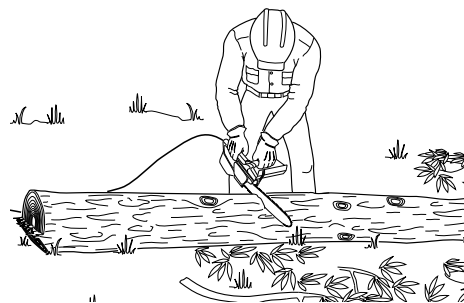

Abb.15 - Ablängen eines Stamms, der vollständig auf dem Boden liegt
1. Stamm von oben her durchsägen (siehe Abb.15).